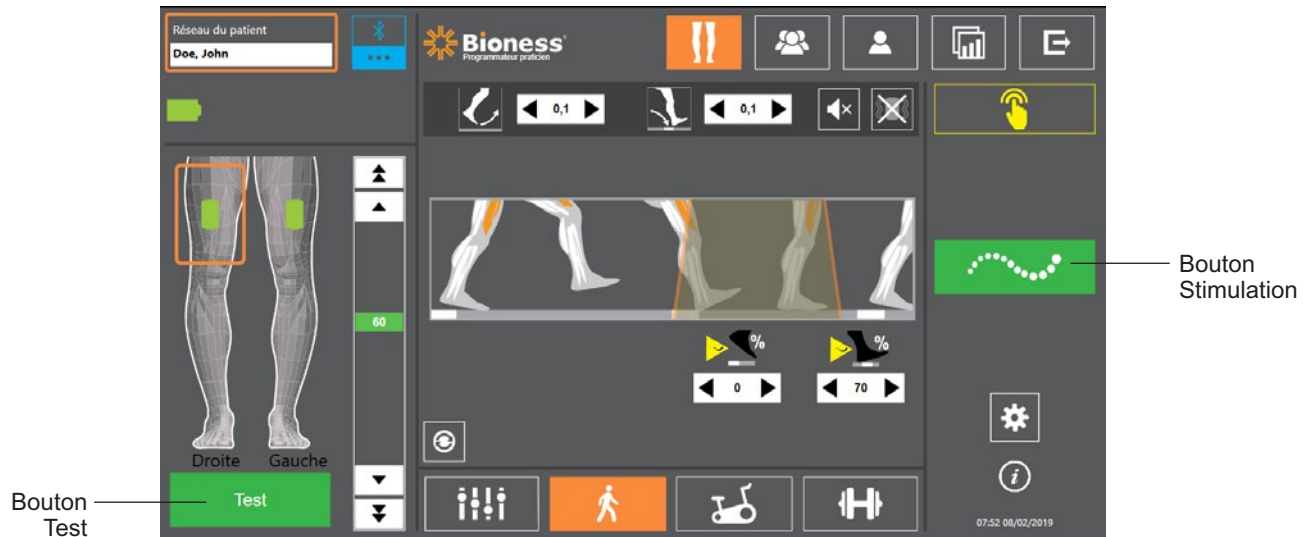

Figure 9-6 : Programmation de la stimulation, écran des réglages de marche
3. L'écran des réglages de marche s'ouvre. Reportez-vous à la figure 9-6.